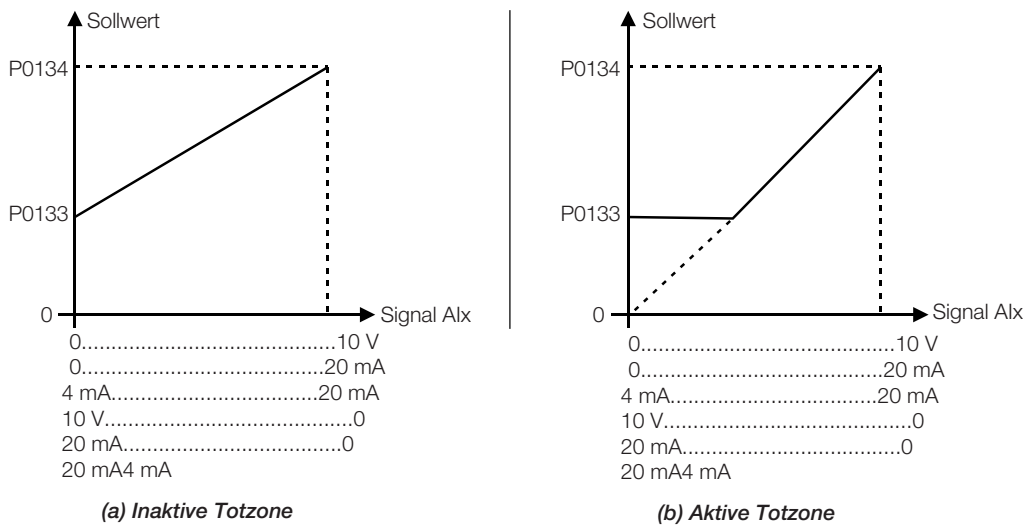

Abbildung 12.1: (a) und (b) Auslösung der Analogeingänge mit inaktiver Totzone
Dieser Abschnitt erklärt die Parameter zur Konfiguration der Ein- und Ausgänge des MW500. Diese Konfiguration hängt vom Einsteckmodul ab, gemäß Abbildung 12.1 auf Seite 12-2.
Wenn der Parameter auf inaktiv eingestellt ist (P0230 = 0), wirkt das Signal in den analogen Eingängen auf die Nennfrequenz vom Minimalpunkt aus (0 V / 0 mA / 4 mA oder 10 V / 20 mA) und er ist direkt mit der Minimalfrequenz in P0133 gekoppelt. Bei Verwendung der PID-Sonderfunktion (P0203) über AI1 (1) oder AI3 (2) geht der PID-Sollwert (P0041) auf Null und nicht auf die Mindestdrehzahl (P0133). Siehe Abbildung 12.1 auf Seite 12-2.
Wenn der Parameter auf aktiv gestellt ist (P230 = 1), hat das Signal der analogen Eingänge eine Totzone, in der die Frequenz auf dem Minimalfrequenzwert (P133) bleibt, auch wenn das Eingangssignal variiert. Siehe Abbildung 12.1 auf Seite 12-2.
Im Fall der auf -10 V bis +10 V festgelegten Analogeingänge AI3 (P0243 = 4) fallen die Kurven ähnlich der Abbildung 12.1 auf Seite 12-2; ausgenommen, wenn AI3 negativ ist, ist die Drehrichtung umgekehrt.